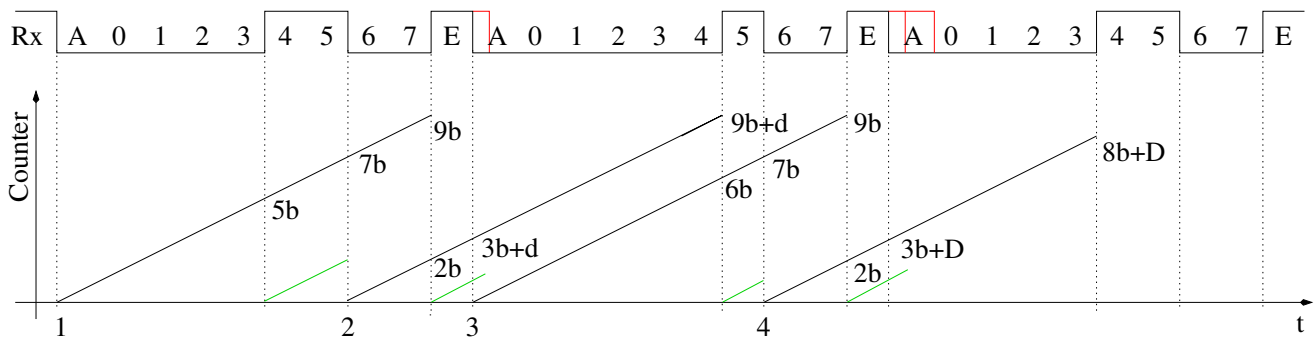

Abbildung 3.6. Mögliche Zeitmessungen für die STK_GET_SYNC Bitfolge
Unmittelbar darauf wird die verabredete Zahl der Datenbits (8) beginnend mit dem niederwertigsten Bit übertragen und dann die Übertragung mit einem oder mehreren Stop-Bit (1) abgeschlossen. Der Pegel jedes einzelnen Bits wird für die verabredete Baud-Zeit beibehalten. Unmittelbar nach dem Ende der Stop-Bit Übertragung kann das nächste Start-Bit folgen. Es kann aber auch eine Pause mit nicht definierter Zeit bis zur Übertragung der nächsten Bitfolge auf das Stop-Bit folgen. In der Abbildung 3.6 ist das erwartete Ergebnis für die möglichen Zeitmessungen dargestellt. Auf der Zeitachse „t“ sind vier mögliche Startpositionen für eine vollständige Zeitmessung dargestellt. Der Counter wird jeweils bei einer erkannten 1 - 0 Flanke gestartet. Die richtige Startposition für das STK_GET_SYNC Zeichen ist mit der „1“ markiert. Die Marken „2“, „3“ und „4“ zeigen die Situation für drei falsche Startpositionen. Bei der Marke „2“ und „4“ wird fälschlicherweise eine 1-0 Flanke in der Datenübertragung als Start-Bit angenommen. Bei der Marke „3“ wird zwar ein Start-Bit richtig erkannt, es ist aber das falsche Zeichen (CRC_EOP). Es können immer dann die falschen Start-Bits erkannt werden, wenn der Bootloader erst gestartet wird, wenn die Datenübertragung schon läuft. In der Abbildung 3.6 sind die erwarteten Zählerstände für die 4 möglichen Startfälle angegeben. Dabei bedeutet das „b“ den Zählerstand für ein Bit (Baud-Dauer), das „d“ steht für eine mögliche Zeitverzögerung zwischen dem Ende der Stopbit-Übertragung bis zum Beginn eines neuen Startbits. Das „D“ steht für eine zu erwartende lange Zeitverzögerung bis zum nächsten Startbit. Die Sendesequenz ist hier zu Ende und der Rechner wartet auf eine Antwort des AVR's. In der Rx-Reihe sind die Datenbits von „0“ (kleinstes Bit) bis „7“ (höchstes Bit) nummeriert. Das Start-Bit ist mit „A“ und das Stop-Bit mit „E“ gekennzeichnet. Das erste Byte ist die Codierung des STK_GET_SYNC Kommandos und das zweite Byte die Kodierung des Steuerzeichen CRC_EOP.